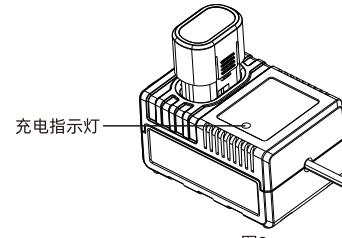

图2
- (2) 连接充电器和电池包；确保电池包正确连接。（图2）